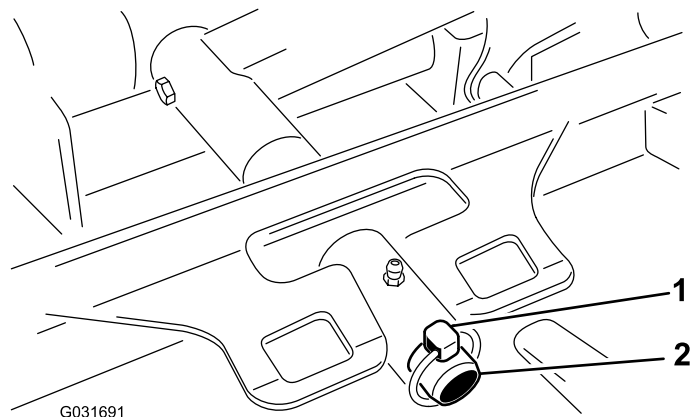

Bild 72
3. Entfernen Sie den Klappstecker, mit dem der Trägerschassis des Mähwerks am Lagerbolzen des Hubarms befestigt ist (Bild 72).
3. Schieben Sie den Mähwerkträgerrahmen auf den Lagerbolzen des Hubarms und befestigen ihn mit dem Klapstecker (Bild 72).